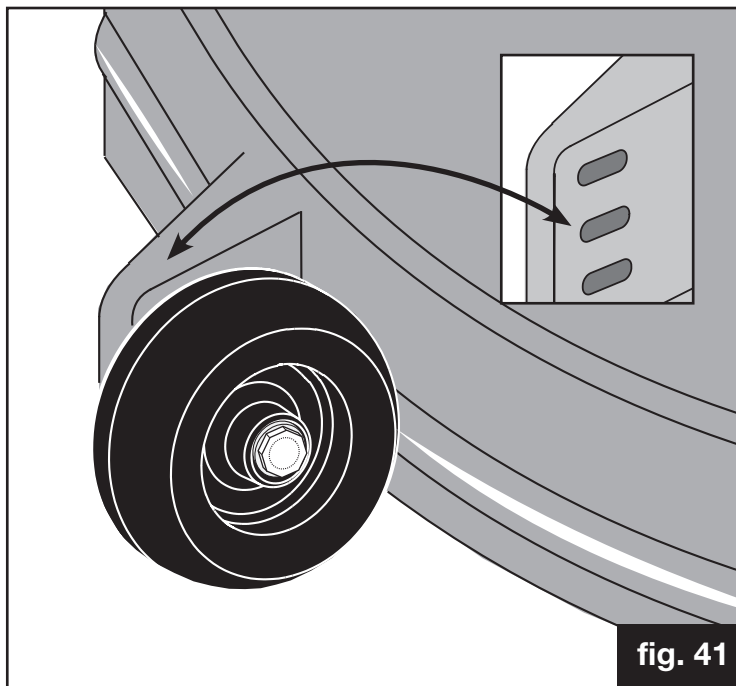

fig. 41
1. Sørg for at antiskalperingshjulene alle står i samme høyde - og hvis ikke, må det rettes på (fig. 41).